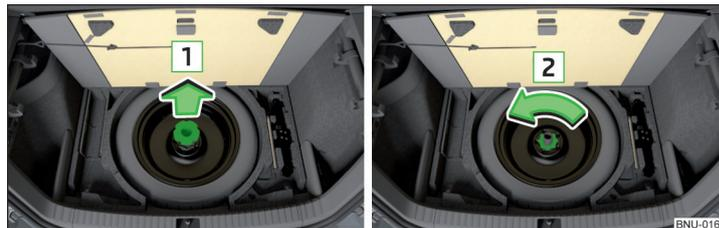

Abb. 309 Rad herausnehmen
Das Rad befindet sich in einer Mulde unter dem Bodenbelag im Gepäckraum und ist mit einer Sicherungsschraube befestigt » Abb. 309.
- › Den Stützfuß für den Gepäckraumboden in Pfeilrichtung **1** abnehmen und die Sicherungsschraube in Pfeilrichtung **2** herausschrauben » Abb. 309.
- › Die Sicherungsschraube entgegen der Pfeilrichtung **2** bis zum Anschlag einschrauben » Abb. 309.